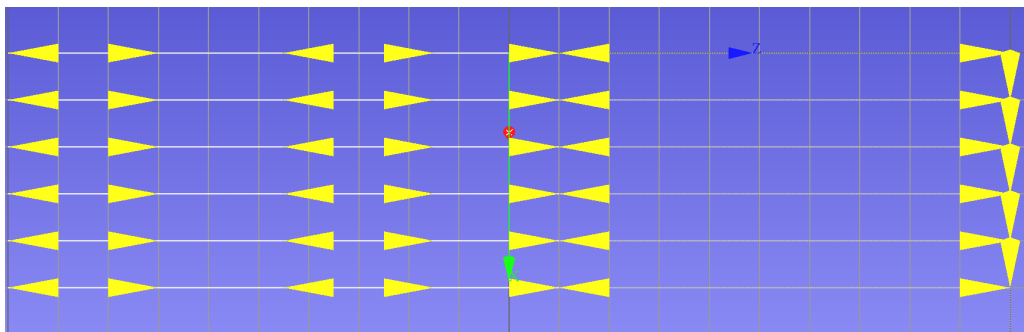

Рис. 2.14.13: Демонстрация цикла G81 с параметром K в режиме G91
**Пример** использования цикла G81 с параметром K при G91 (рис. 2.14.13):